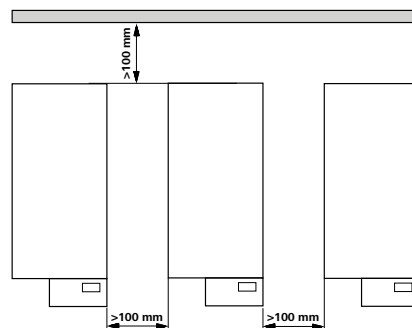

Fig. 2
- Beakta minsta avstånd mellan apparater, mellan apparat och vägg över placeringen (800 mm), se fig. 2.